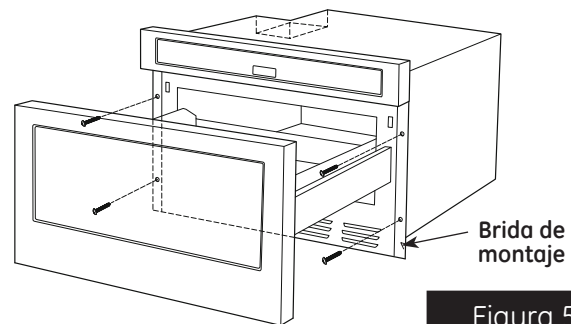

Figura 5
3. Deslice el cajón completamente hasta que la brida de montaje esté al ras de la cara del gabinete. Ver figura 5.
4. Abra el cajón. Utilizando los 4 agujeros del cajón como una plantilla, marque el gabinete usando una broca de 1/16". Ver figura 5.